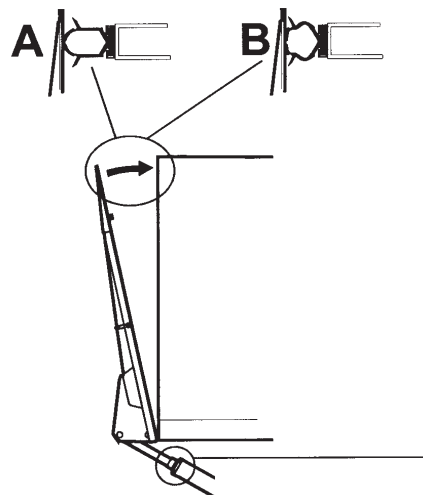

Bild 37. Justering av anliggning mot påbyggnad
4. Vrid justerhylsan så att lyftbryggan går precis mot tätningen på påbyggnationen. Bild 37.
9. Justera båda cylindrarna växelvis så att bryggan går mot påbyggnationen, se Bild 37 (B).